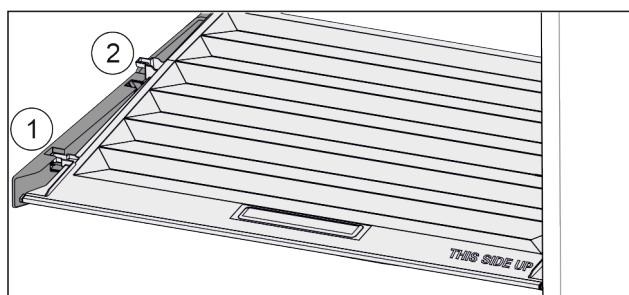

Fig. 73
- Veko potiahnite dopredu až k otvoru v prídržných dieloch Fig. 73 (1).
- Vzadu ho nadvihnite zospodu a zložte smerom nahor Fig. 73 (2).